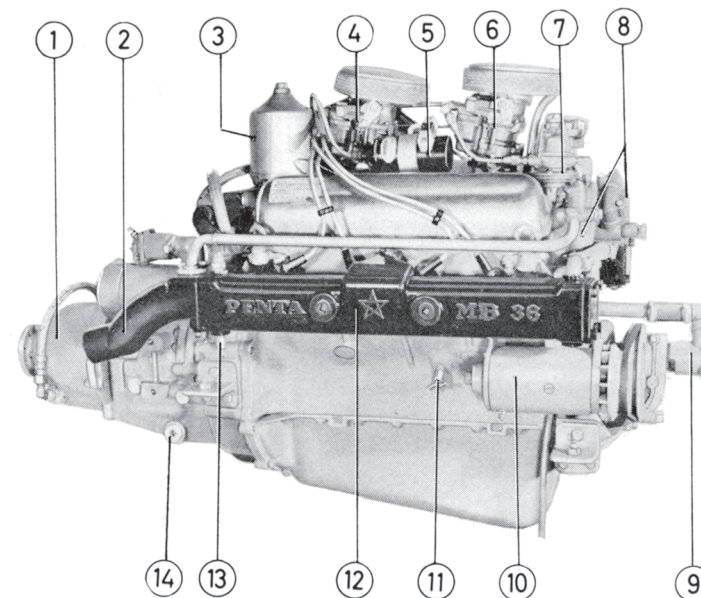
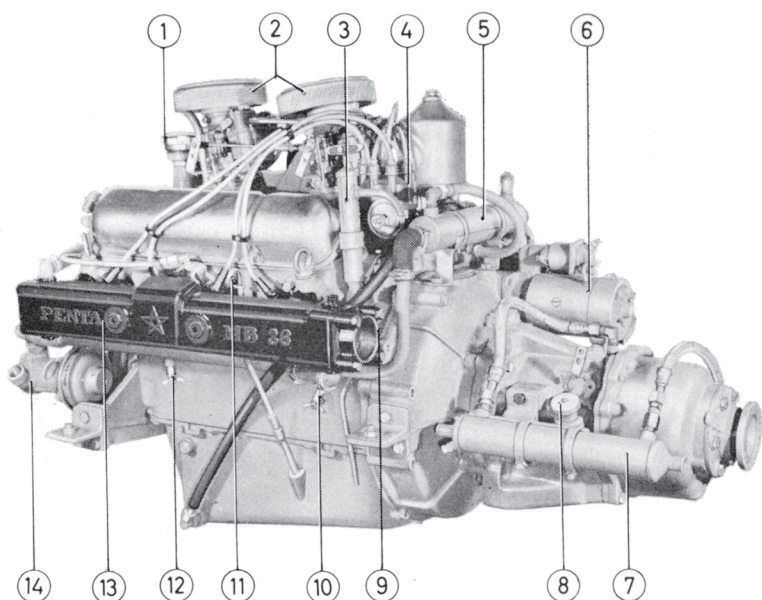

Fig. 1. Motor från styrbord.
Fig. 2. Motor från babord.
1. Öppna dräneringskranarna på cylinderblockets båda sidor samt under avgasrören. Se 11 och 13, fig. 1, samt 10 och 12, fig. 2.
2. Lossa locket på sjövattpumpen (14, fig. 2) och se till att tryckledningen för kylvattnet dräneras.